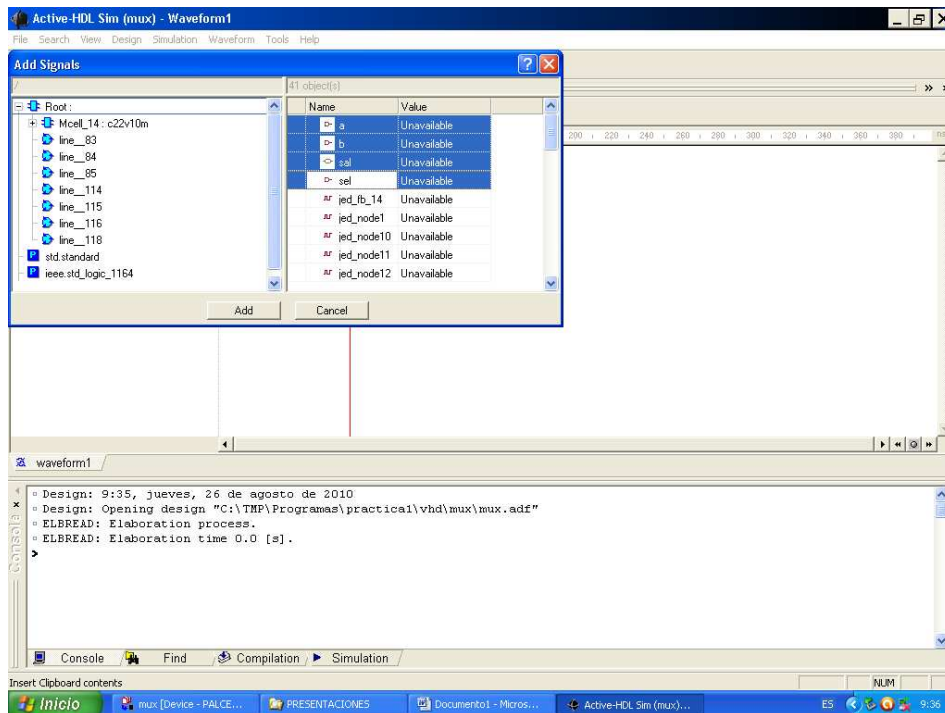

Figura 5. Ventana que muestra las señales a monitorear en la simulación.
10. Al ejecutar el paso anterior se abre una nueva ventana, como se muestra en la figura 5, y se seleccionan las señales a monitorear.